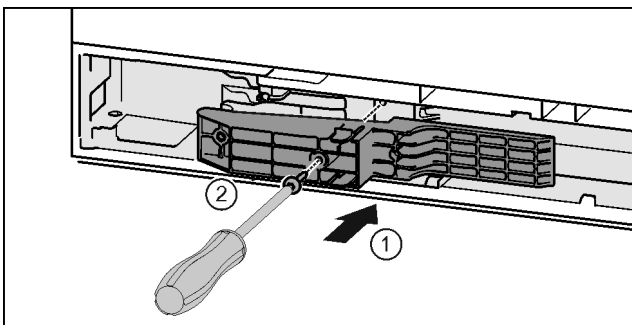

Fig. 45 \*
- ▶ Sæt adapterstykket ind i udsparringen på grebssiden. *Fig. 45 (1)\**
- ▶ Stram skruerne med skruetrækker T15. *Fig. 45 (2)\**